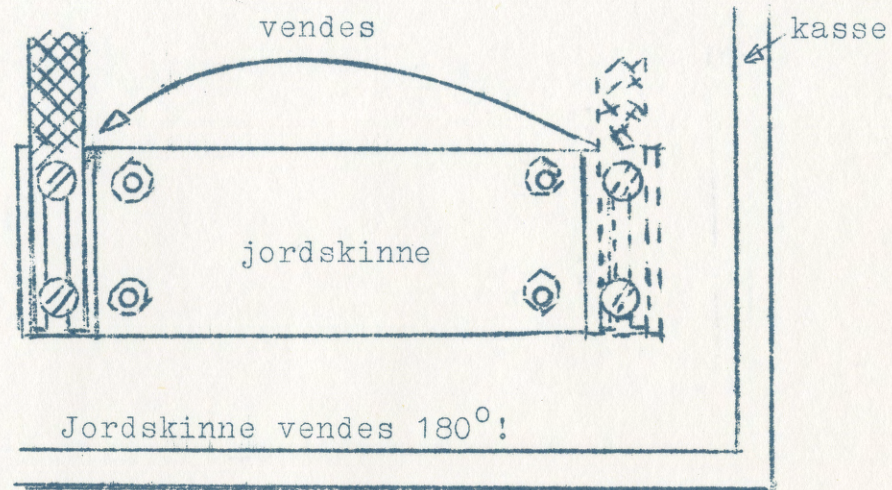

Fig. 1.
1. Jordskinne bag i kassen vendes 180° så jordstrømmen nu skal påskrues på venstre side af jordskinnen. Dette er vist på fig. 1.